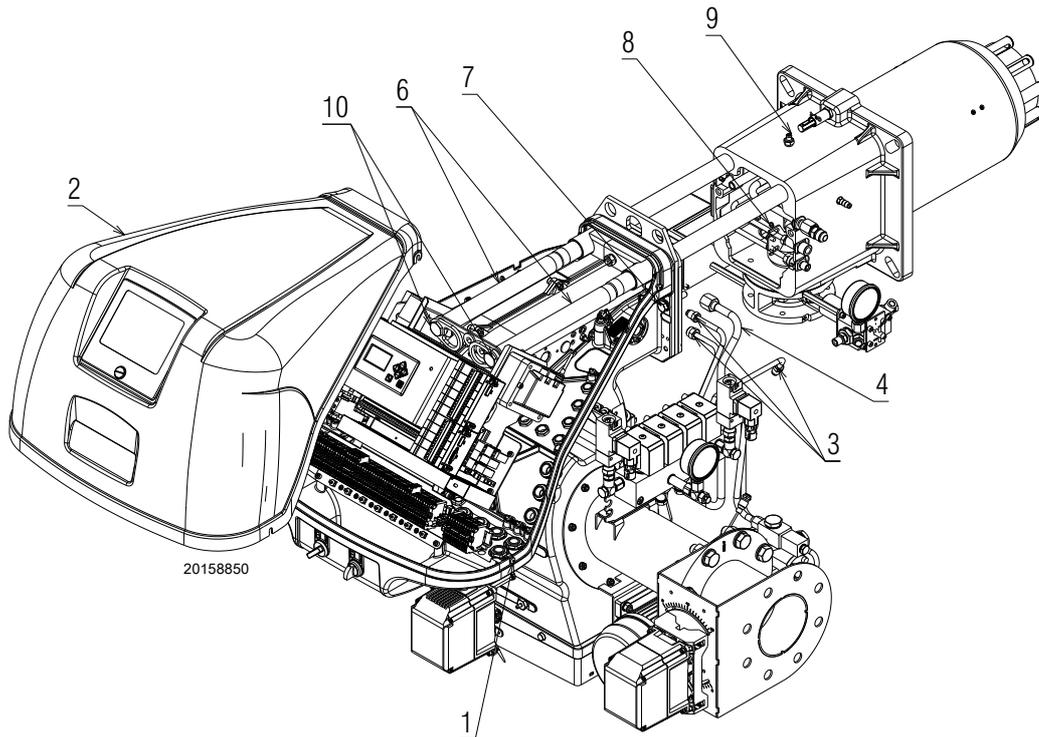

图 50
- 松开 4 个螺母 1) (图 50)，取下保护罩 2)。